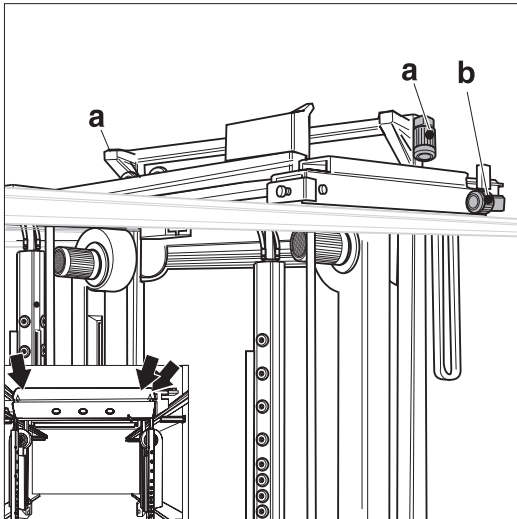

Figura F.18: Motores de transmissão
- movimentar o pórtico (figura F.18),
- elevar as barras do tejadilho de alta pressão (figura F.18)